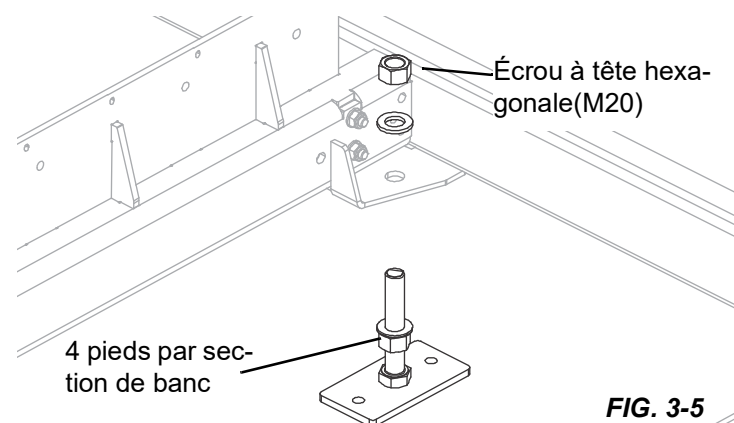

FIG. 3-5
2. Fixez les pieds du banc aux sections comme montré sur la Figure 3-5.